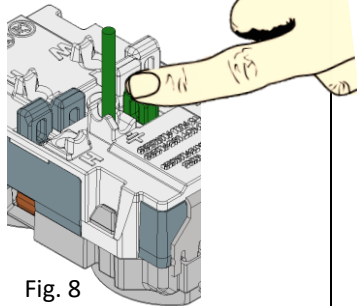

Fig. 8
- Push plunger to the down position to terminate conductor. See Fig. 8.
- Déplacer le poussoir en position basse pour terminer la connexion. Consulter la Fig. 8.